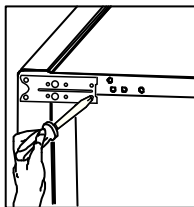
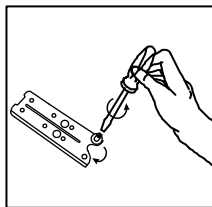

Рисунок 4.1
Рисунок 5.1
**4** - Положите холодильник левой стороной вниз, открутите регулирующие ножки холодильника, затем открутите винты, крепящие нижний шарнир и снимите его (рис. 4.1). Отвинтите шпильку нижнего шарнира и вставьте ее в отверстие на левой стороне шарнира (рис. 5.1). Затем установите шарнир на левой стороне х-ка и закрутите регулирующие ножки.